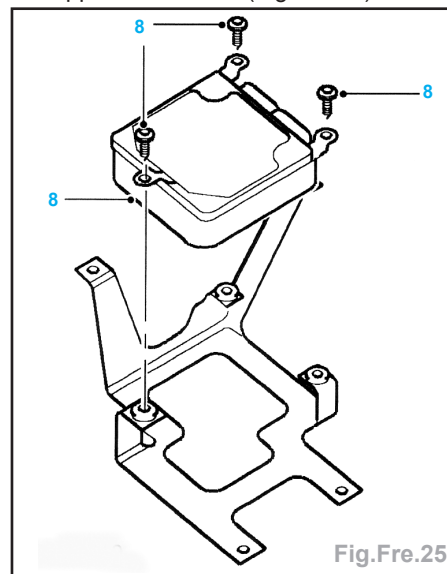

Fig.Fre.25
- les 3 vis (8) Torx de l'ECU et l'ECU du support de soutien (Fig.Fre.25).